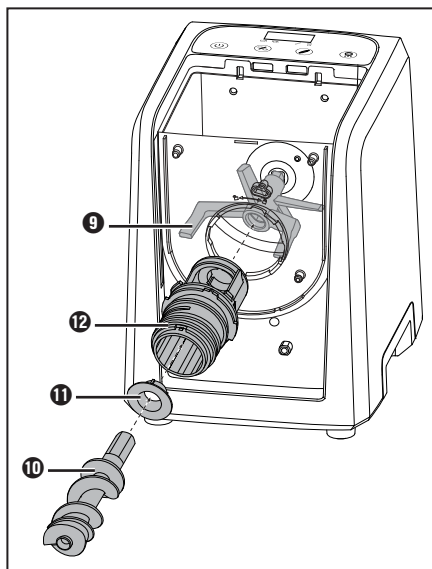
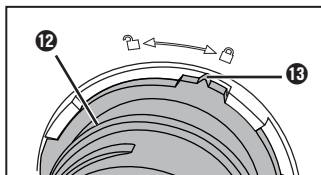

Fig. 3
Fig. 4
- 4) Spingere il cuscinetto **11** nell'estremità del supporto **12**, in modo che le tre sporgenze del cuscinetto **11** scivolino negli incavi del supporto **12** (fig. 3).
- 5) Montare il supporto **12** sulla vasca **15**. Per farlo, spingere l'estremità stretta del supporto **12** attraverso l'apertura circolare della vasca **15** (fig. 3). Il supporto **12** entra nell'apertura solo in una posizione, il segno **13** è rivolto verso il simbolo  della vasca **15**. Ruotare saldamente il supporto **12** in senso orario finché il segno **13** del supporto **12** non sia rivolto verso il simbolo  (fig. 4):
- 6) A questo punto spingere l'estremità stretta dell'albero da impasto **10** attraverso il supporto **12**, fino alla sede del gancio da impasto **9** (fig. 3). Se necessario, inserire la mano dall'alto nella vasca **15** e scuotere un poco il gancio da impasto **9** fino a poter inserire l'albero da impasto **10**.